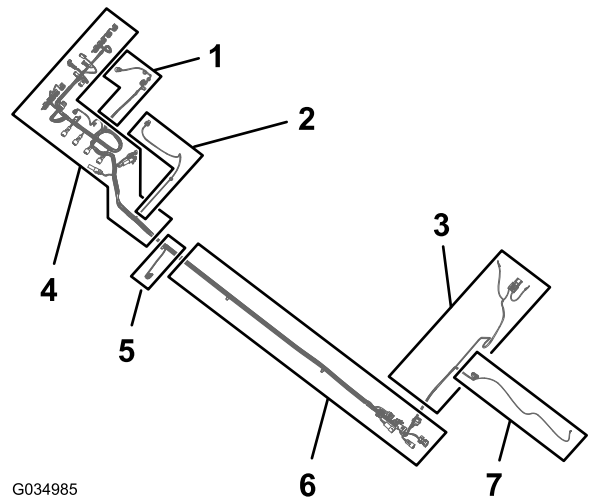

Figure 83
1. Localisez la branche de 165 cm (65 po) et la branche de 203 cm (80 po) du faisceau électrique neuf (Figure 83).